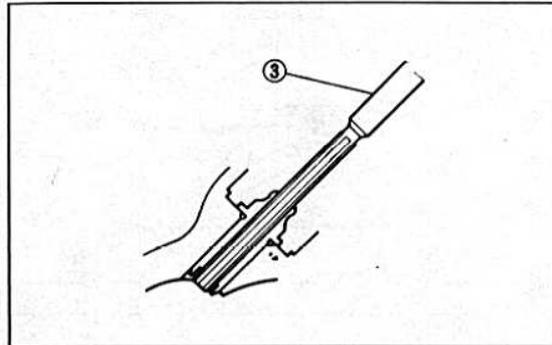

Bild 137
- Mit der Reibahle YM-04118 90890-04118 die Ventilführungen ausreiben. Dabei muss eine absolut glatte, riefenfreie Bohrung erzielt werden (Bild 137).